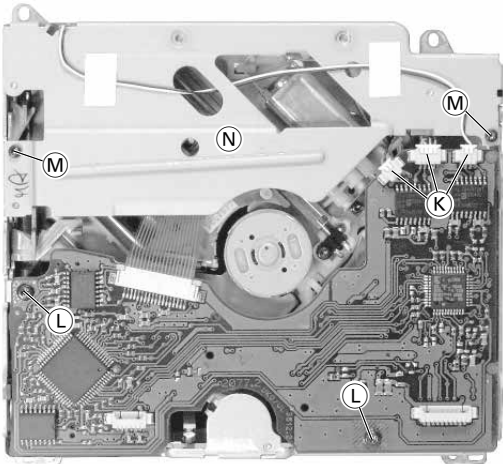

Fig. 8
- 3 Steckverbinder (K) abziehen (Fig. 8).
- 2 Schrauben (L) herausschrauben (Fig. 8).
- Open 3 connectors (K) (Fig. 8).
- Undo 2 screws (L) (Fig. 8).
- 2 Schrauben (M) herausschrauben und Abdeckung (N) abnehmen (Fig. 8).
- Undo 2 screws (M) and remove the cover (N) (Fig. 8).